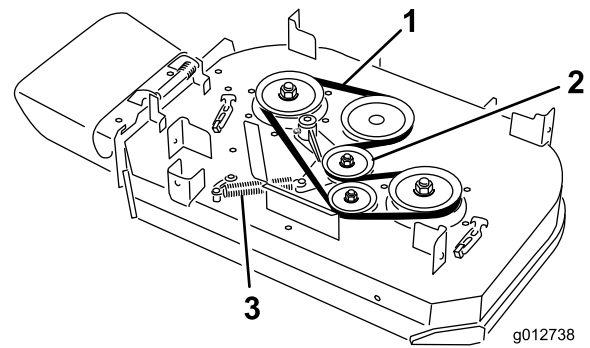

Figura 63
4. Desenganche el muelle de la clavija del brazo de la polea tensora (Figura 63).
5. Retire la correa usada del cortacésped (Figura 63).
6. Instale la correa nueva del cortacésped alrededor de la polea del embrague, las poleas de la carcasa y la polea tensora (Figura 63).
7. Enganche el muelle en la clavija del brazo de la polea tensora (Figura 63).
6. Instale la correa nueva del cortacésped alrededor de las poleas de la carcasa y la polea tensora (Figura 63).
5. Desenganche el muelle de la clavija del brazo de la polea tensora (Figura 63).
6. Retire la correa usada del cortacésped (Figura 63).
7. Instale la correa nueva del cortacésped alrededor de las poleas de la carcasa, la polea del embrague y la polea tensora (Figura 63).
8. Enganche el muelle en la clavija (Figura 63).